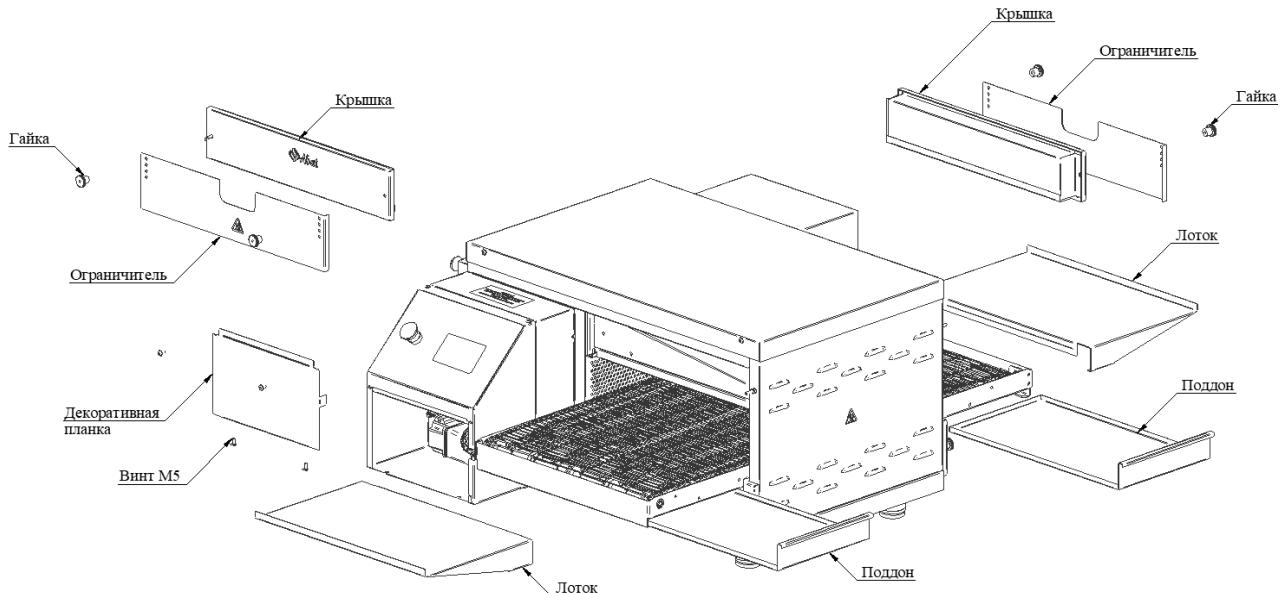

Рис. 8
1. Вынуть конвейер из корпуса изделия: для этого необходимо снять декоративную планку под панелью управления, открутив четыре винта M5. Снять лотки и поддоны с конвейера, верхние крышки, ограничители с корпуса, открутив гайки M6 (см. Рис. 8).